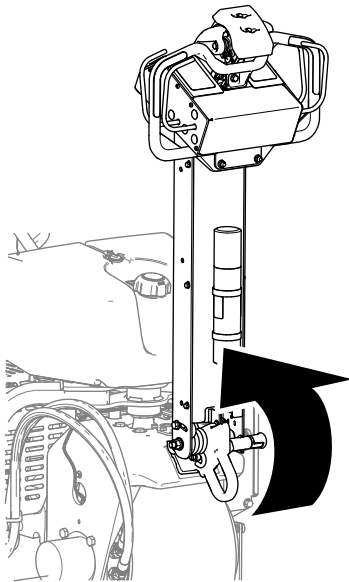

Figura 65
1. Ridicai complet bara de ghidare pentru a cupla frâna de parcare (Figura 65).